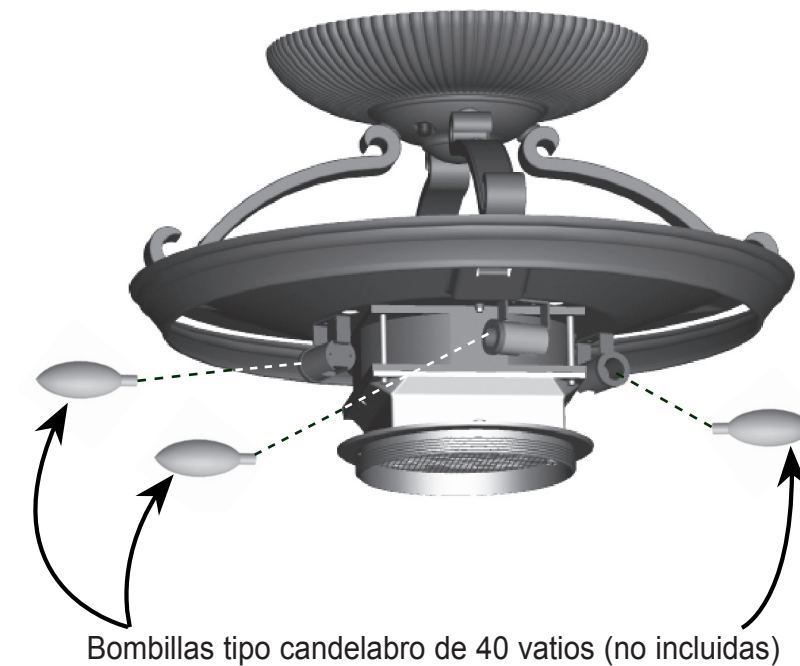

Figura 10 - Instalación de las bombillas
7) Instale tres bombillas tipo candelabro de 40 vatios (no incluidas) como se muestra en la Figura 10.